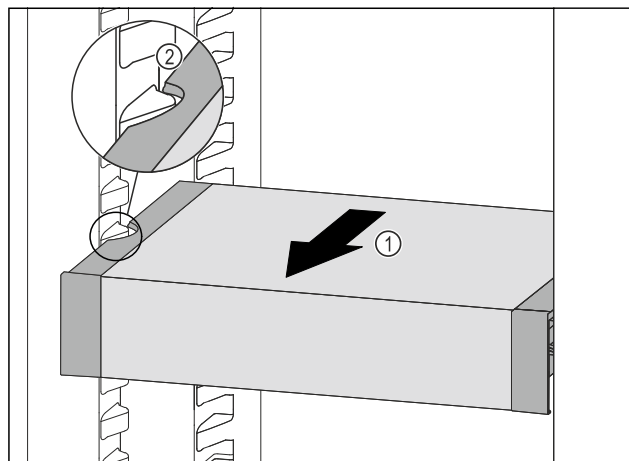

Fig. 84
- VarioSafe ťahajte dopredu Fig. 84 (1), kým sa bočné vybrania VarioSafe nebudú nachádzať vo výške rebra nádoby v chladničke. Fig. 84 (2)